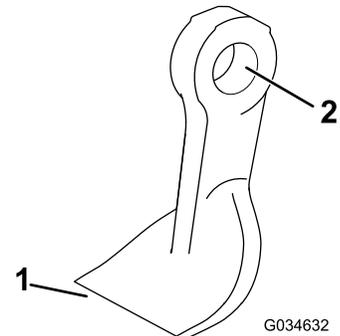

Figura 75
4. Controllate ogni lama per escludere danni, con particolare attenzione a dispositivi di fissaggio, taglienti e fori di montaggio (Figura 75). Sostituite tutte le lame e i dispositivi di fissaggio danneggiati.